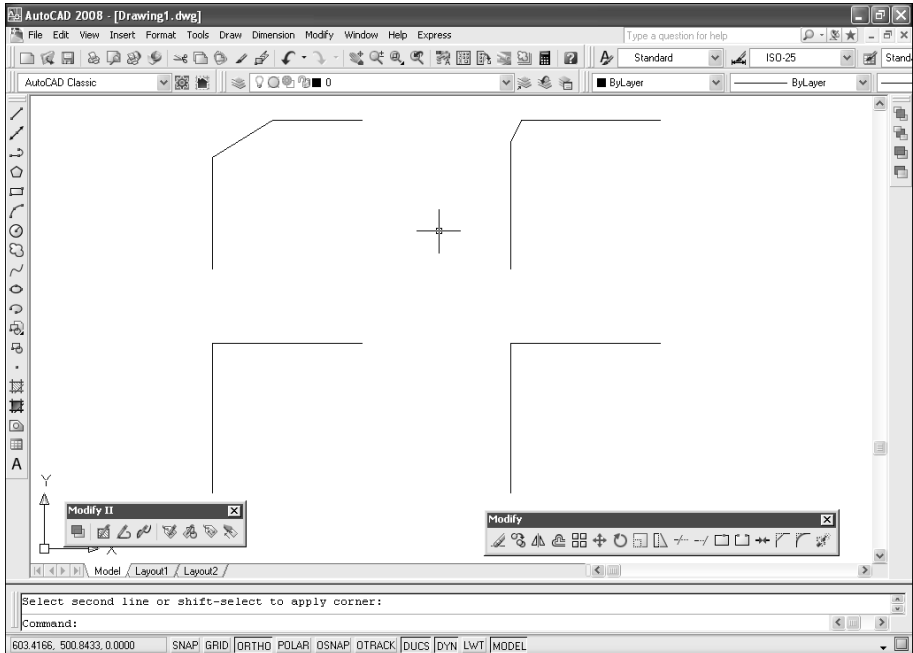

Рис. 5.5. На правом верхнем Г-образном объекте снята фаска размером 30 единиц по вертикали и под углом 25°
7. Выберите второй объект. Как только вы щелкнете по второму объекту, фаска будет снята на обоих выбранных объектах в соответствии с заданными значениями (рис. 5.5).